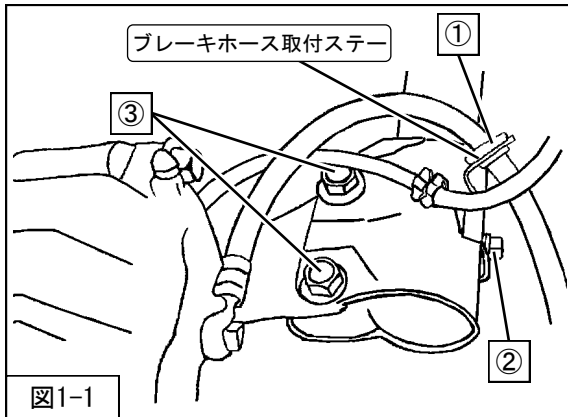

図1-1
2. ①ブレーキホース取付クリップを取外し、ブレーキホース取付ステーを取外してください。(図1-1)
3. ②ナットを取外し、ABSセンサハーネスを取外してください。(図1-1)
4. ③フロントサスペンションASSYロア取付ボルト・ナットを取外してください。(図1-1)